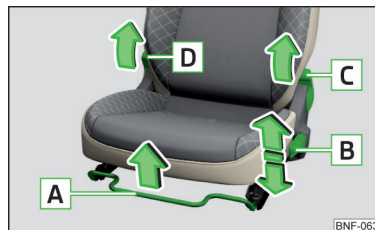

Fig. 48
Scaunele se reglează trăgând, respectiv apăsând elementele respective de comandă în sensul săgeților » fig. 48.
- Trageți maneta **D** » fig. 48 și rabatați spre înainte spătarul scaunului.